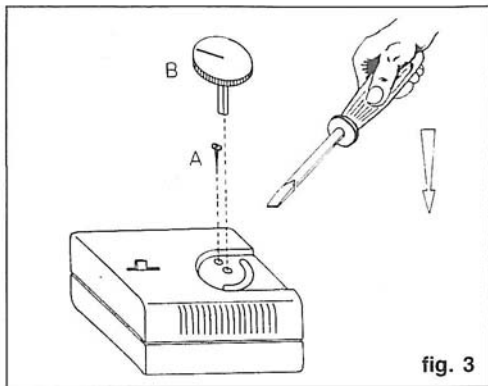

fig. 3
- Aprire il termostato come indicato in figura (fig. 3):
- Asportare con l'ausilio di un utensile (cacciavite) la manopola di regolazione (fig. 3).